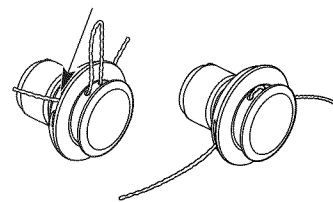

Fig. 17
- Hale la línea y cerciórese de que la línea esté contra el cubo y que esté totalmente extendida a través de los túneles de posicionamiento (Fig. 17).